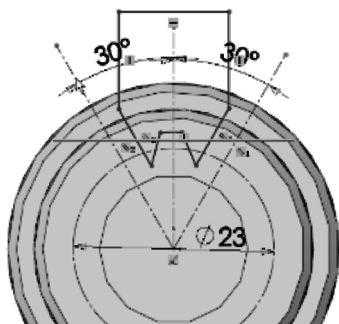

图 8-16 绘制切削截面的初始草图
**04** 绘制切削截面的初始草图。单击“草图”控制面板中的“直线”按钮和“圆”按钮，绘制图 8-16 所示的草图。